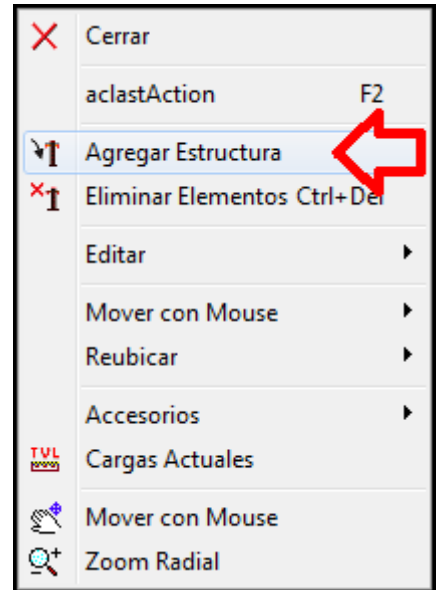

Fig.8.5
- b) Activar la opción de Agregar Estructura, mediante el ícono , o en el menú Pop Up (ver Fig. 8.5) que se activa con el botón derecho del ratón.